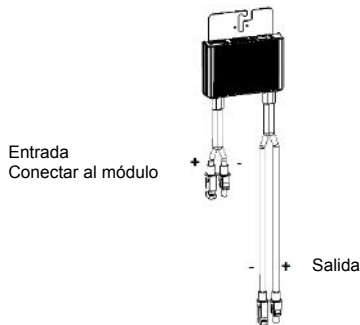

Figura 1. Conectores del optimizador de energía
- 4 Abra el empalme del cable de CA e inserte el cable a través del empalme (vea la Figura 1).